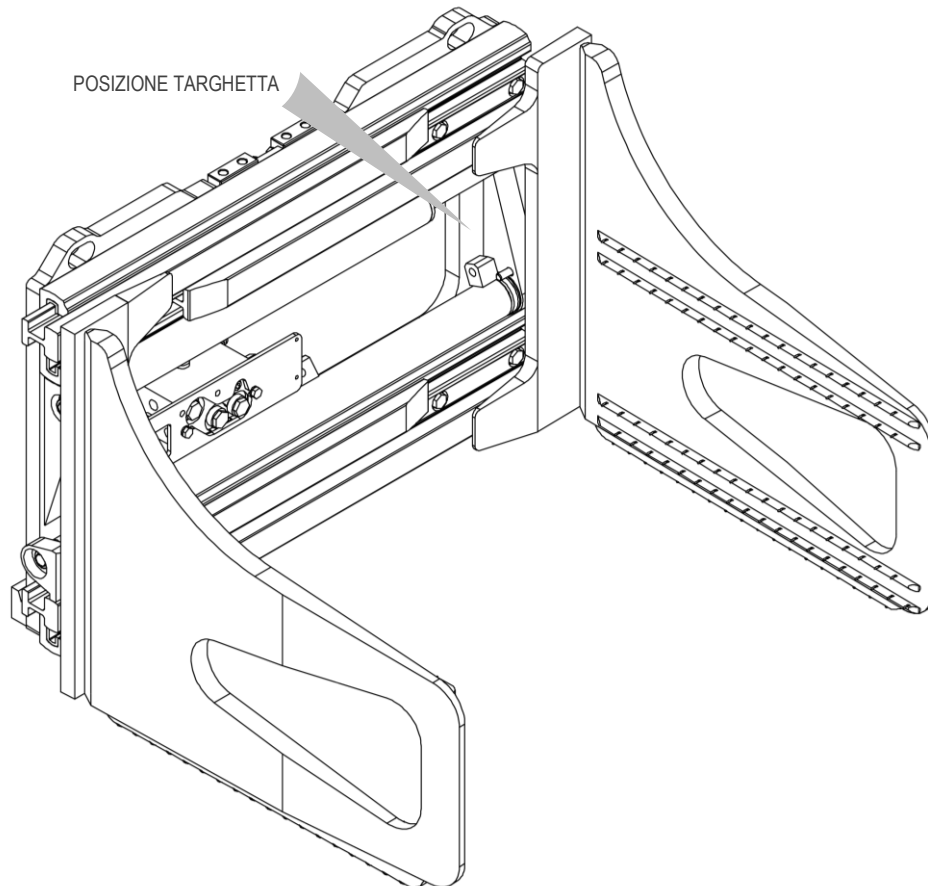

Figura 1
Tutte le attrezzature A.T.I.B. – “PINZA PER BALLE CON GANASCE SOTTILI TIPO 474.131 | PINZA PER BALLE CON GANASCE SCATOLATE TIPO 474.130 | PINZA PER BLOCCHI DI GOMMAPIUMA TIPO 474.195” vengono identificate mediante targhetta adesiva (vedi *Tabella 1*) posizionata sull’attrezzatura (vedi *Figura 1*), fare sempre riferimento al numero di matricola.
5. Per la movimentazione devono essere utilizzate cinghie o catene opportunamente dimensionate rispetto al peso dell'attrezzatura indicato in targhetta (vedi *Figura 1 e Tabella 1* a pag. 7).
9. Collegare il circuito idraulico, assicurandosi che la pressione di esercizio delle tubazioni sia superiore o uguale a quella indicata sulla targhetta di identificazione (vedi *Figura 1* e la *Tabella 1* a pag.7).
6. Per la movimentazione devono essere utilizzate cinghie o catene opportunamente dimensionate rispetto al peso dell'attrezzatura indicato in targhetta (vedi *Figura 1* e la *Tabella 1* a pag. 7).